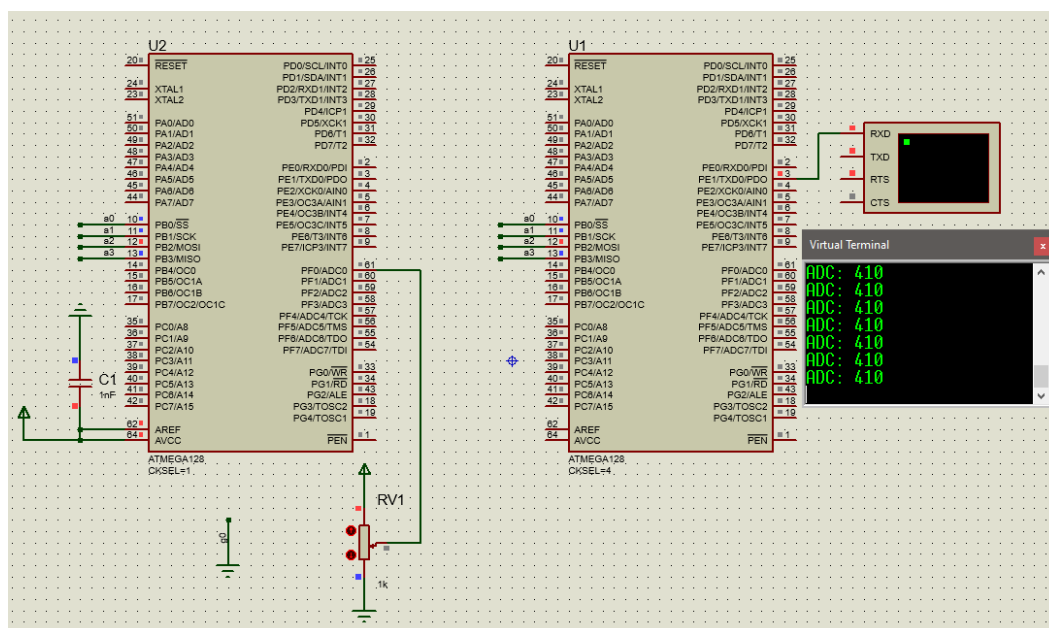

Рис.8.5 – Схема підключення за допомогою SPI протоколу.
3. Використати 2 мікрочіпа ATmega128 та підключити їх за допомогою SPI протоколу(рис.8.5)